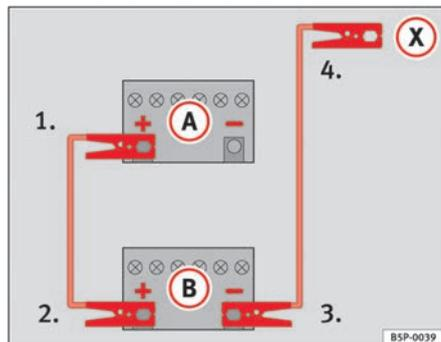

Fig. 202 Esquema de ligação dos cabos auxiliares de arranque
Na ⇒ fig. 202 (A) estão representadas a bateria descarregada e em (B) e a bateria com carga.
1. Ligar uma extremidade do cabo auxiliar de arranque vermelho ao terminal positivo ⇒ fig. 202 (+) do veículo com a bateria descarregada ⇒ ⚠.
4. Ligar a outra extremidade do cabo preto (X) no veículo com a bateria descarregada a uma peça maciça, firmemente aparafusada ao bloco do motor, ou ao próprio bloco do motor, mas não nas proximidades da bateria ⇒ ⚠.